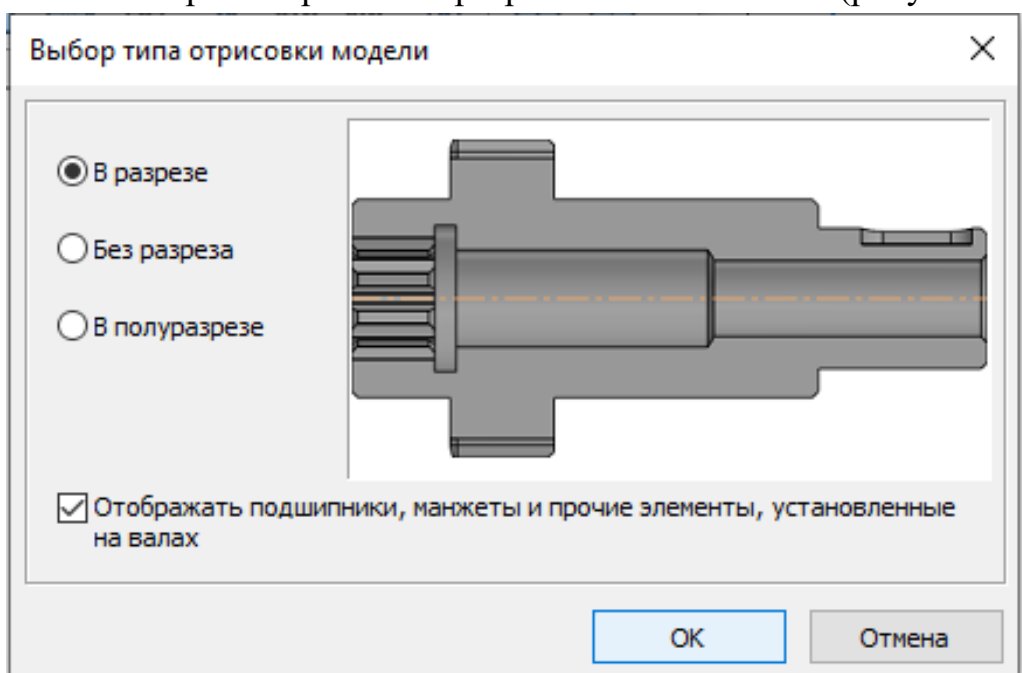

Рисунок 29 - Выбор типа отрисовки модели
- Нажмите на *Панели управления* окна «Валы и механические передачи 2D» сверху кнопку *Новая модель* . В открывшемся окне *Выбор типа отрисовки модели* выберите вариант «В разрезе» и нажмите *ОК* (рисунок 29).